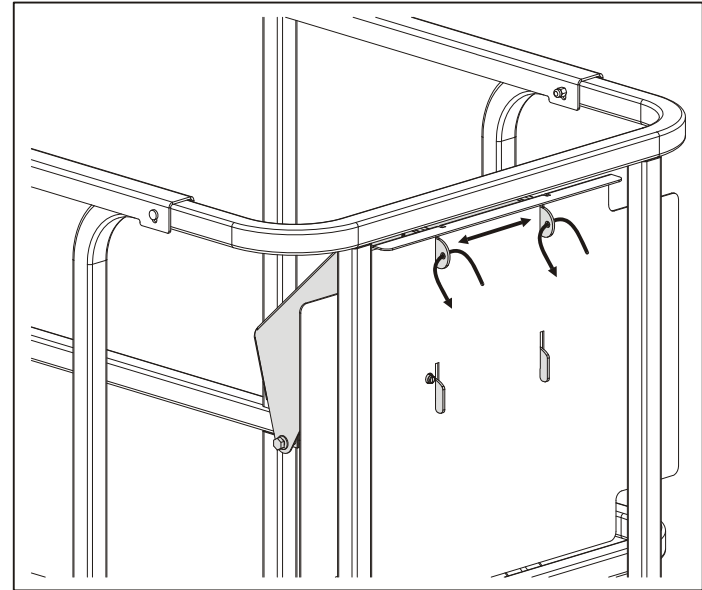

Figura 4-2. Asigurarea stației de comandă de pe platformă
6. Aduceți selectorul de alimentare în poziția "Oprit" și scoateți cheia pentru a dezactiva echipamentul și a preveni utilizarea neautorizată. Stația de comandă de pe platformă poate fi prinsă, de asemenea, de placa de montare, consultați Figura 4-2.